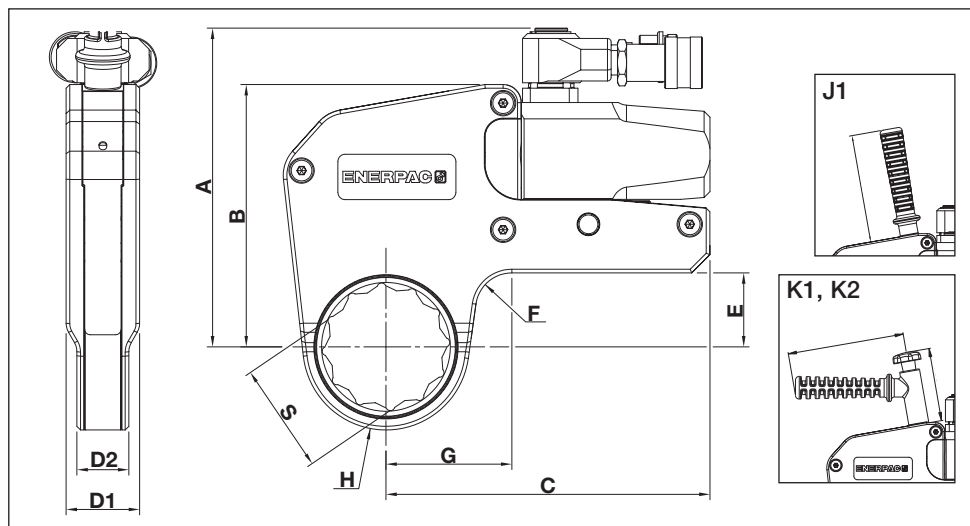

Fig. 22
6.1 Kapaciteter, mått och ytterligare produktinformation (Fig. 22)
6.2.1 Metrisk tabell - Kassetter i W2000SL och W4000SL UltraSlim serien (se Fig. 22 för placeringar för måtten S, H och G)
6.2.2 Imperial-tabell - Kassetter i W2000SL och W4000SL UltraSlim serien (se Fig. 22 för placeringar för måtten S, H och G)